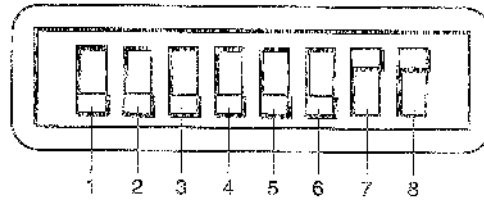

Abbildung 4: Schalter an der Rückseite
- 16. Schalter an der Rückseite (Abbildung 4)